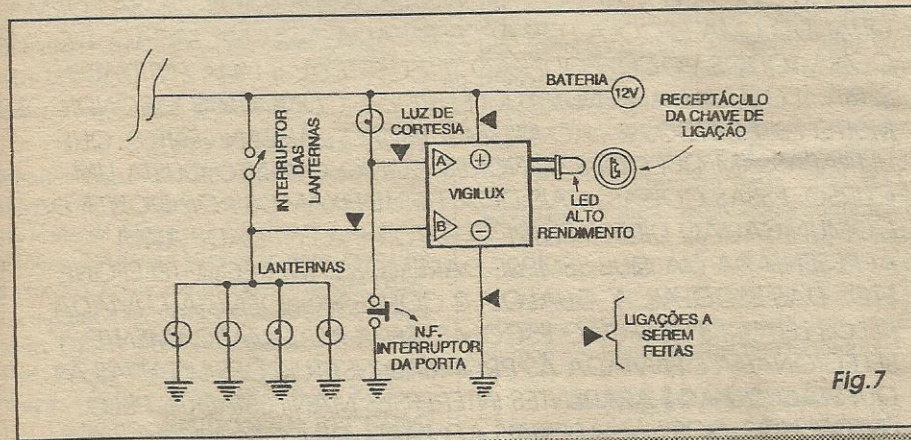

Fig. 7
- FIG. 7 - CONFEÇÃO DA BOBINA...
- FIG. 7 - DIAGRAMA DA INSTALAÇÃO GERAL DO VIGILUX... - O esqueminha mostra, com bastante clareza (mesmo assim, é preciso alguma atenção...) como o circuito do **VIGILUX**, após sua completa montagem, deve ser acoplado ao sistema elétrico do veículo, detalhando ponto por ponto de conexão, com as ligações a serem anexadas ao circuito original do carro marcadas com pequenos triângulos/setas negros... Além das simples conexões de alimentação (o **negativo** poderá ser ligado a um ponto de *massa* do carro, próximo ao local de instalação do circuito...) e do LED, as ligações dos pontos **A** e **B** merecem especiais cuidados... O ponto **A** é ligado eletricamente à junção de um dos terminais da lâmpada interna de cortesia (aquela que automaticamente acende, quando se abre a porta do veículo...) com o respectivo interruptor (este do tipo normalmente fechado, disposto na própria porta do carro, e acionado pela bascula desta...). Já o ponto **B** é ligado aos terminais *vivos* (os não normalmente aterrados...) das lâmpadas das lanternas, ou seja: no ponto em que tais lâmpadas são ligadas ao respectivo interruptor... Conforme já foi dito, notar que a conexão do **positivo** da alimentação do **VIGILUX** deve ser feita a um ponto onde *permanentemente* existam os 12V nominais da bateria (*não* ligar a ponto onde apenas surjam os 12V positivos quando a chave do veículo for acionada...).